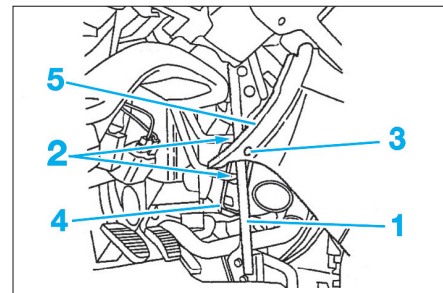

Fig. 12
- Déposer le tirant (1) (Fig.12).